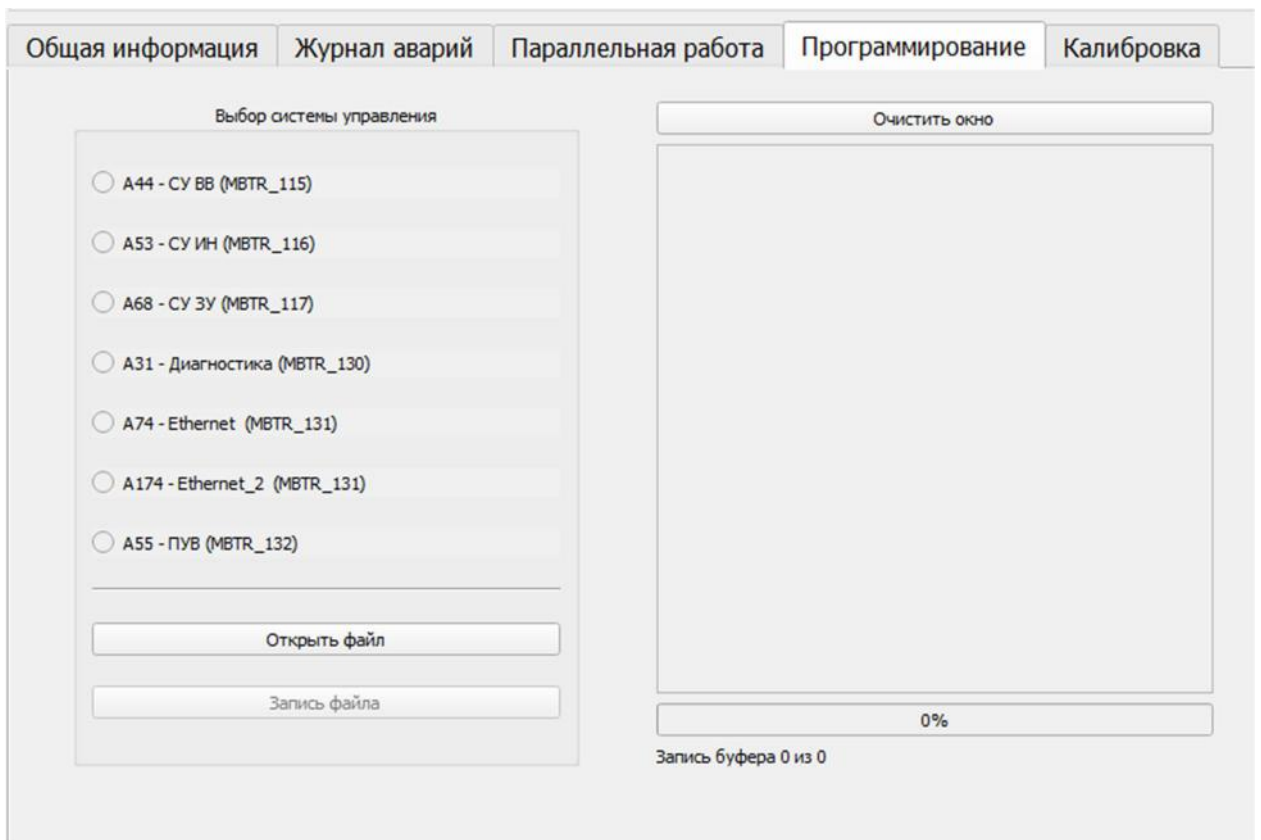

Рис. 8 – Основные параметры вкладки «Программирование»
11. Основные параметры вкладки «Программирование» представлены на рис. 8.